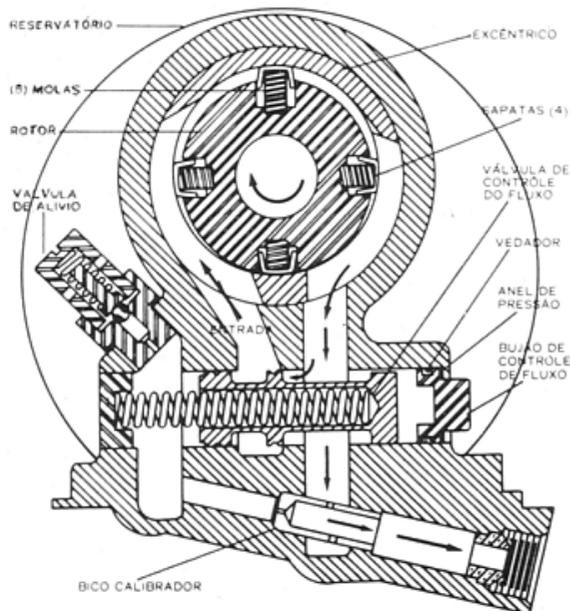

Fig. 1 — Bomba de direção hidráulica tipo sapatas
CUIDADO: Assegurar-se de que o cabeçote do cilindro esteja tocando no fundo no ombro da carcaça (figs. 1 e 2).
- Instalar o corpo da válvula na carcaça, assegurando-se de que a alavanca de acionamento da válvula entra no alojamento do carretel da válvula (fig. 1).
Em funcionamento (fig. 1) as sapatas do rotor da bomba, pressionadas pelas molas estão sempre em contato com o diâmetro interno excêntrico do came. Com a rotação do rotor, as sapatas forçam o fluido do lado da admissão da bomba para a válvula de controle do fluxo.